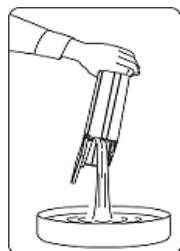

Figure 13
3. Después de usar este aparato, el tanque de agua debe ser limpiado, así (volque el agua en un recipiente, ver Fig. 13). Por razones de higiene, no deje agua en el tanque de por un largo period.